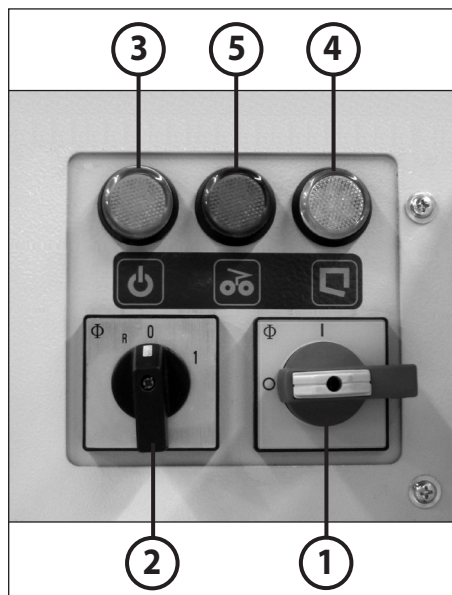

Abb. 11
1. Das Schneidwerk blockiert. Die Kontroll-Anzeige (5) (Abb. 11) leuchtet auf.
Verteilen Sie das zurückgeführte Material und setzen die Zerkleinerung mit geringerer Menge fort. Die Maschine muss hierfür am Drehschalter (2) (Abb. 11) zunächst ausgeschaltet (Pos. „0“) und dann wieder eingeschaltet (Pos. „1“) werden.